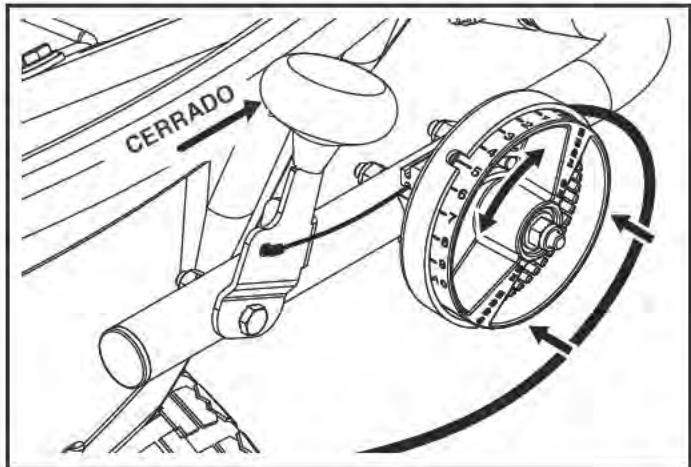

FIGURA 7
- Introduzca a presión el cuadrante (22) dentro del extremo de la palanca de control de flujo (23).
- Acople la palanca de control de flujo (23) al tubo de control (6) con un perno hexagonal de 1/4 pulg. x 1-1/2 pulg. (12) y una tuerca de cierre de nylon de 1/4 pulg. (17).
PASO 7: (VEA LA FIGURA 7)
- Acople el ensamblaje de control de flujo (4) al tubo de control (6) usando dos tuercas de cierre de nylon de 1/4 pulg. (16).
- Inserte el cable de control dentro del agujero de la palanca de control (23).
(Consulte la figura 7)